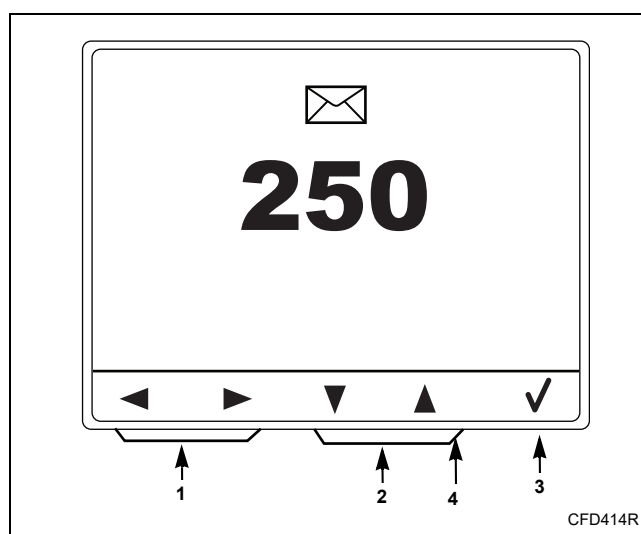

Figure 70
1. Sélectionner en appuyant sur les touches sous les icônes Gauche/droite, modifier en appuyant sur les touches sous les icônes Haut/bas et confirmer en appuyant sur la touche sous l'icône Le crochet. Se reporter à la Figure 70.